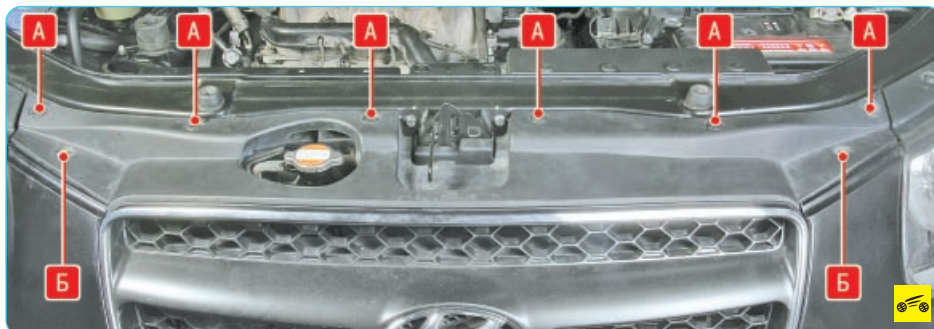

Рис. 11.3. Крепление переднего бампера к верхней поперечине рамки радиатора: А – пистон крепления; Б – гайка крепления
9. Отверните две гайки Б (рис. 11.3) крепления бампера.